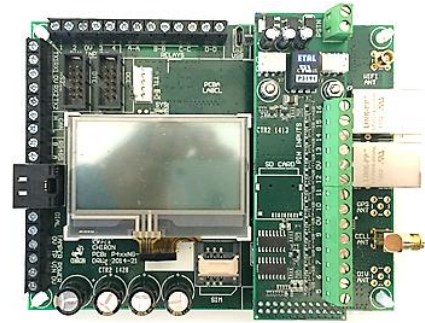

Figure 2
2. Alignez la carte d'extension sur la prise d'extension et les orifices de montage (voir figure 2).